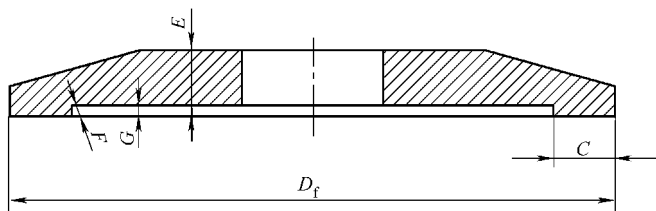

图 8-5 型式 1 的砂轮卡盘
4) 型式 1 的砂轮卡盘如图 8-5 所示, 其尺寸需要符合表 8-6 中的规定。